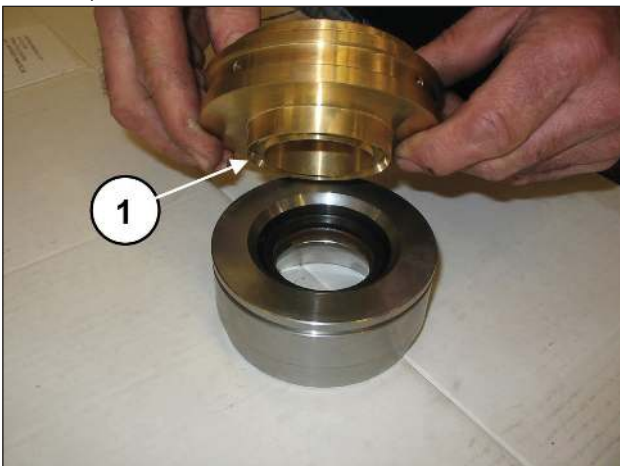

Abb. 138
Verbinden Sie den Dichtungshalter mit der Buchse (Pos. ①, Abb. 138).